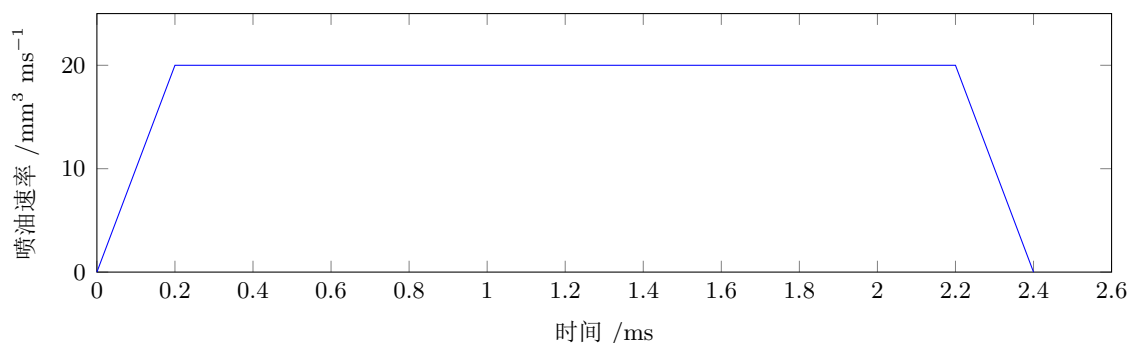

图 2 喷油速率示意图
- 喷油器 B：每秒工作 10 次，每次工作时喷油时间为 2.4 ms，工作时向外喷油的速率如图 2 所示。